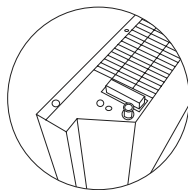

Рис. 5
- перевернуть конвектор нижней частью вверх (рис. 5);